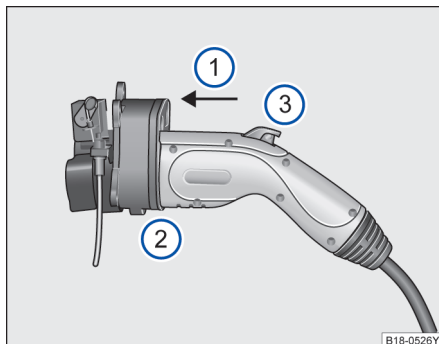

图 134 充电插头示意图
请将充电插头平行地插入充电插座→图 134①。
请将充电插头完全插入充电插座→图 134②。
请确保充电插头上的按键处于弹起状态→图 134③。